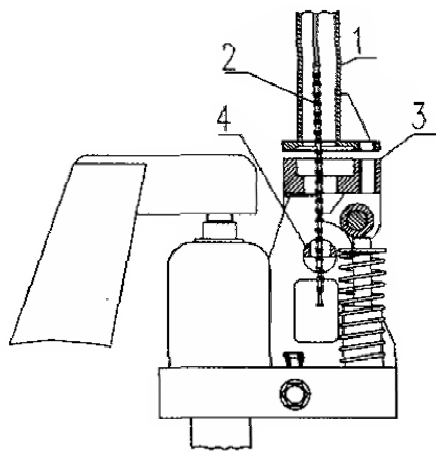

Figura 1
3.1.1. Vezi figura 1. Se ia manerul (nr. 1.) si se fixeaza lantul (nr. 2.) ca sa treaca prin centrul cadrului de fixare (nr. 3) si axul manerului (nr. 4).